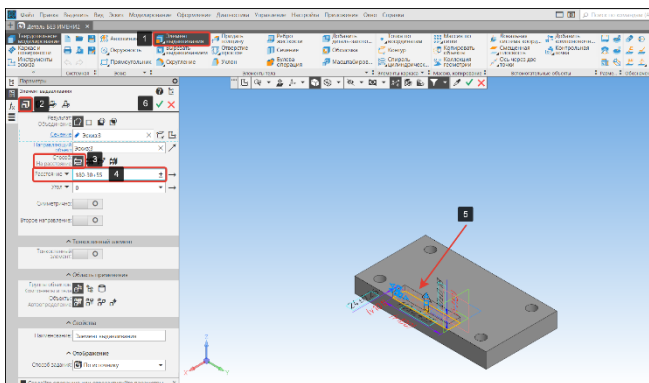

Рисунок 63 – Команда выдавить
- В панели элементы тела выберем команду Элемент выдавливания (1), подоперация элемент выдавливания (2) (Рисунок 63);
- Способ построения - На расстояние (3), расстояние зададим в форме математического выражения: $180 - 30 + 55$, где 180 мм. – высота до центра отверстия, 30 мм. – толщина основания, 55 мм. – высота скругления (см. чертеж вилка) (Рисунок 63). Для удобства вычислений в КОМПАС-3D заложена возможность производить математические вычисления;
- Если построения фантома (5) выполнены верно, для завершения команды с сохранением изменений нажмем кнопку Создать объект (5) (Рисунок 63);